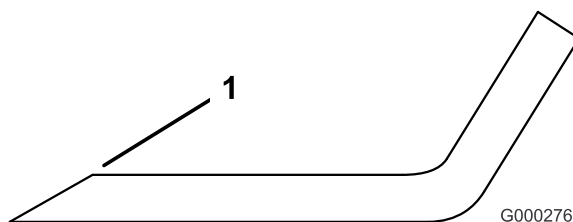

Figure 74
1. Au moyen d'une lime, aiguissez les tranchants aux deux extrémités de la lame (Figure 74). Veillez à conserver l'angle de coupe d'origine. Limez la même quantité de métal sur chacun des deux tranchants pour ne pas déséquilibrer la lame.